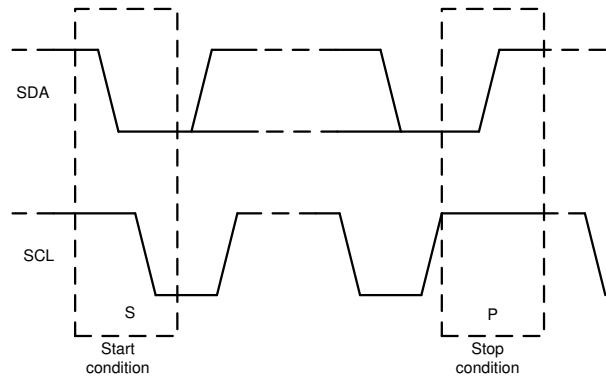

図 6-24. START 条件と STOP 条件
1. コントローラは、スタート条件を生成することで、データ転送を開始します。図 6-24 で示されているように、SCL がハイの状態で SDA ラインにハイからローへの遷移が発生すると、スタート条件となります。すべての I²C 互換デバイスは、スタート条件を認識します。
4. データ転送の終了を通知するために、図 6-24 に示されているように、コントローラは SCL ラインがハイの状態で SDA ラインをローからハイに引き上げることでストップ条件を生成します。このアクションによってバスが解放され、アドレス指定されたターゲットとの通信リンクが停止します。すべての I²C 互換デバイスが、ストップ条件を認識します。ストップ条件の受信によって、バスは解放され、すべてのターゲット デバイスはスタート条件および一致するアドレスが送信されるのを待ちます。